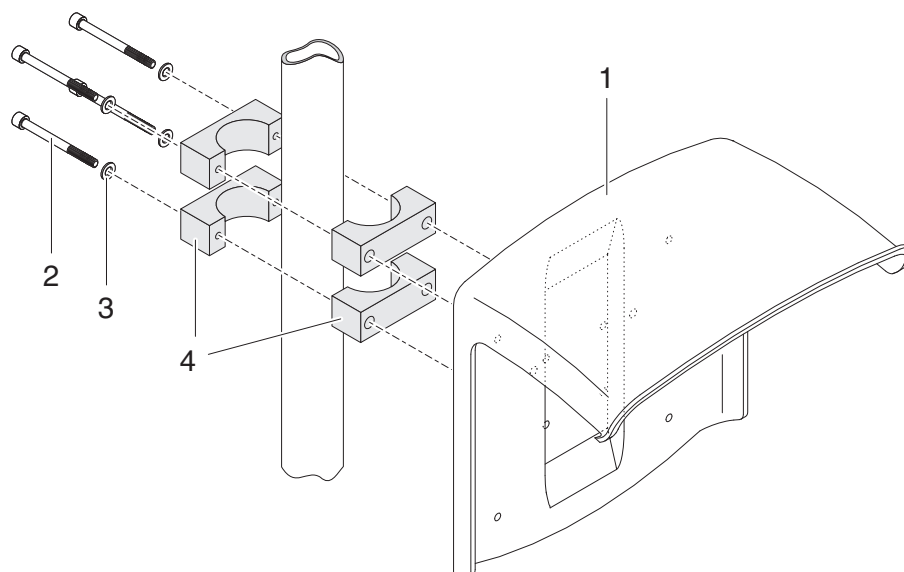

figure 3-5 Montage du toit de protection SSH/IQ sur une colonne de support
- 1 Visser le toit de protection (pos. 1 figure 3-5) avec les quatre vis à six pans creux (pos. 2), les rondelles (pos. 3) et les colliers (pos. 4), sur la colonne de support à la hauteur désirée, à partir du dos.